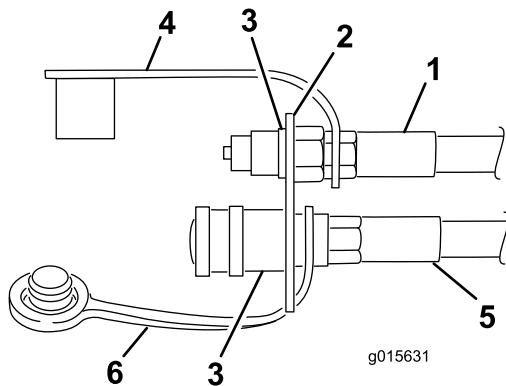

Figura 17
- Prenda o conjunto dos tubos ao acoplador fêmea (Figura 17).
- Deslize a extremidade com volta do tampão antipoeira (Figura 17) sobre a extremidade do tubo hidráulico que sai do encaixe da válvula traseira.
6. Insira uma extremidade do tubo através do orifício superior do suporte de engate (Figura 17).